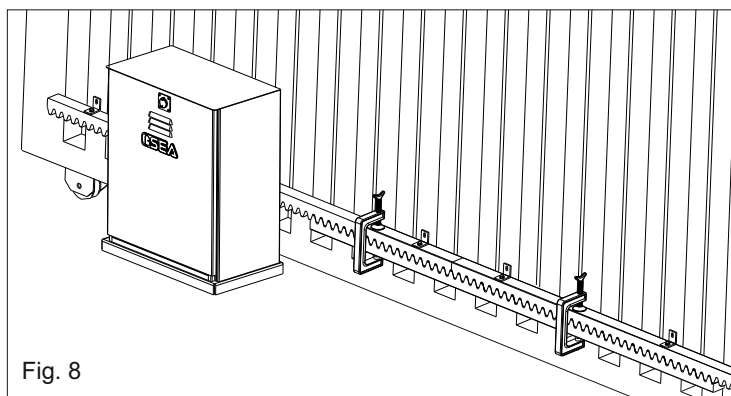

Fig. 8
**5.4.** controlar que todos lo elementos de la cremallera resulten perfectamente alineados y posicionados correctamente (dentaduras en fase). Se aconseja de contraponer a dos elementos sucesivos un tercer elemento como indicado en la Fig. 8;